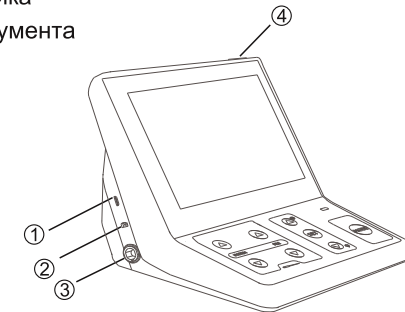

Рис. 1
Знак ←→ на роз'ємі шнура повинен знаходитися навпроти гнізда для робочого інструмента ① (рис.1) зліва. Вставте роз'єм у гніздо до упору.